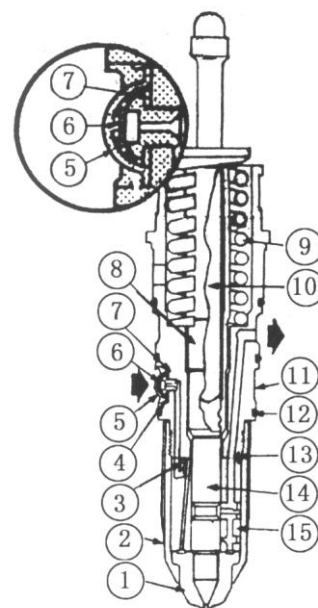

Рис. 5-7.
1. Инжектор (деталь № 3013725) (см. рис. 5-7).